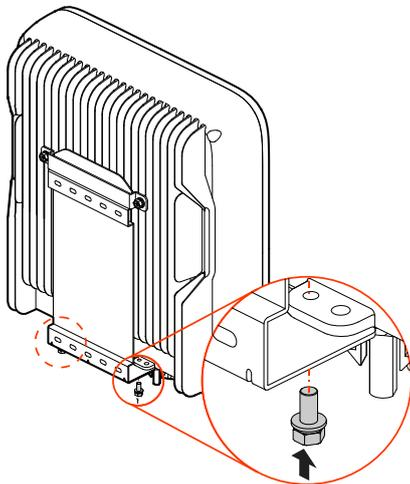
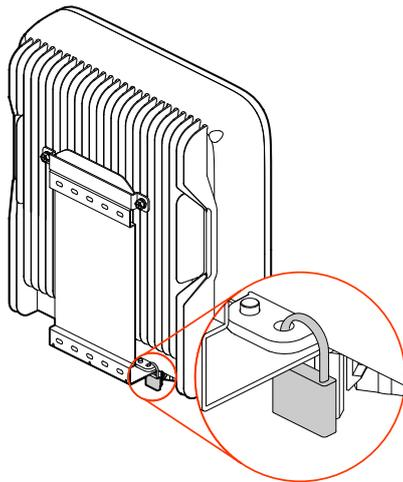

Figura 3-12 Fije el inversor
Figura 3-13 Posición de bloqueo (el bloqueo es proporcionado por el cliente)
Paso 6 Fije el inversor al soporte de instalación con 2 pernos combinados de acero inoxidable M5\*12 (como se muestra en la Figura 3-12), y, a continuación, bloquéelo. La posición de bloqueo es como se muestra en Figura 3-13.